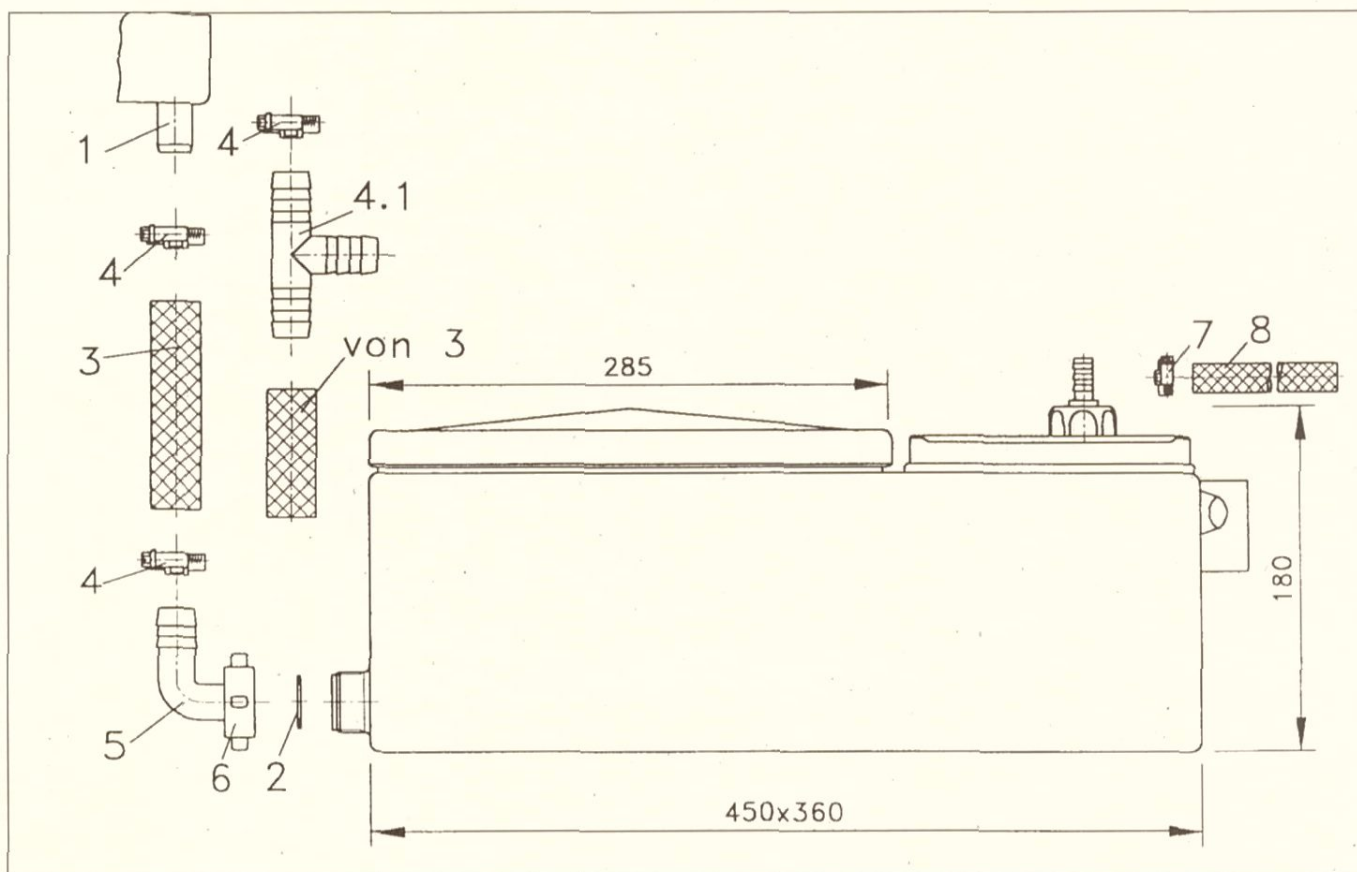

Abb. 1: Anschluß der Neutralisationseinrichtung mit Förderpumpe
- Die Einzelteile in der Reihenfolge der Positionierung zusammenfügen und verschrauben (vgl. Abb. 1).